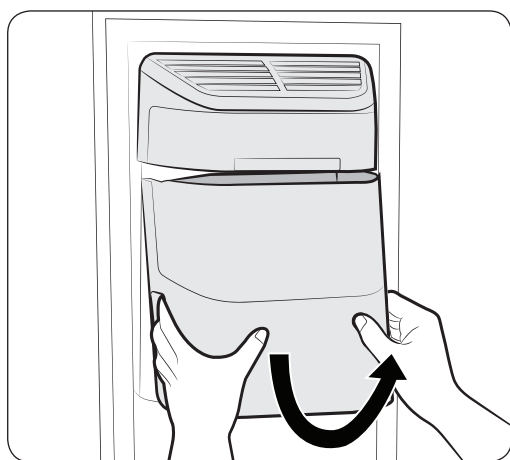

Figura 1
- Tenere premuta la maniglia come mostrato nella figura 1.